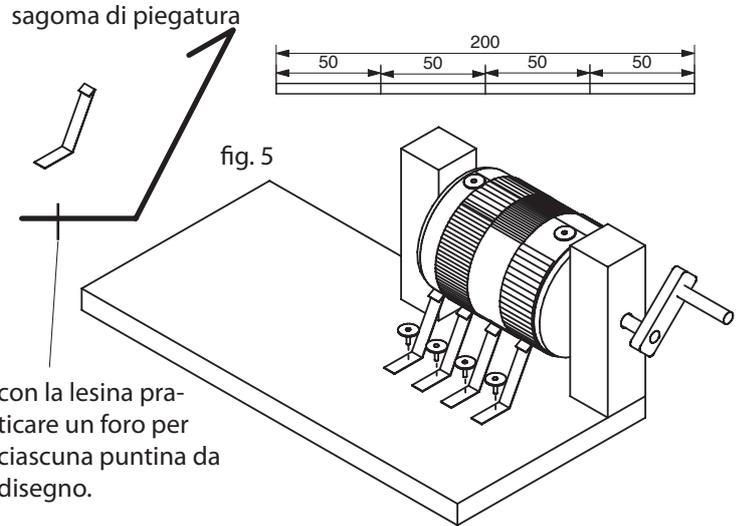

fig. 5
6. Dividere il nastro di ottone (7) in 4 parti uguali (50 mm) e piegare le quattro parti secondo la sagoma di piegatura (fig. 5). Fissare con una puntina da disegno (15) le strisce piegate sulla piastra di base (6), come indicato. Assicurarsi che le estremità siano bene in contatto con il barattolo di metallo.